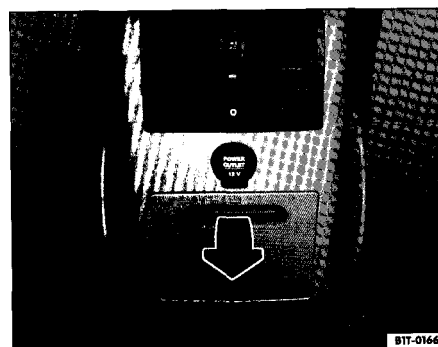

Fig. 91 Dans la console centrale arrière : porte-boissons escamotable
– Pour *ouvrir* le porte-boissons, abaissez le cache dans le sens de la flèche fig. 91.